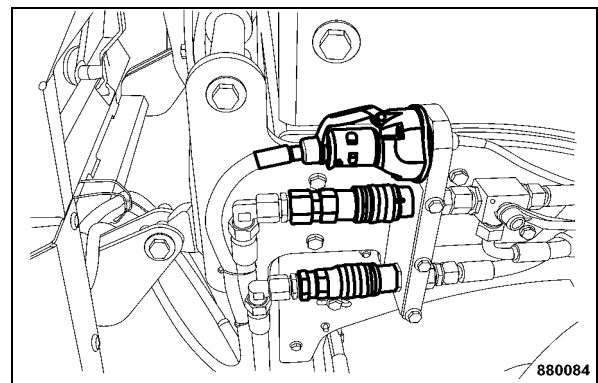

Fig. 92
- Débrancher les conduites hydrauliques et électrique entre la machine et l'épandeur (Fig. 92).